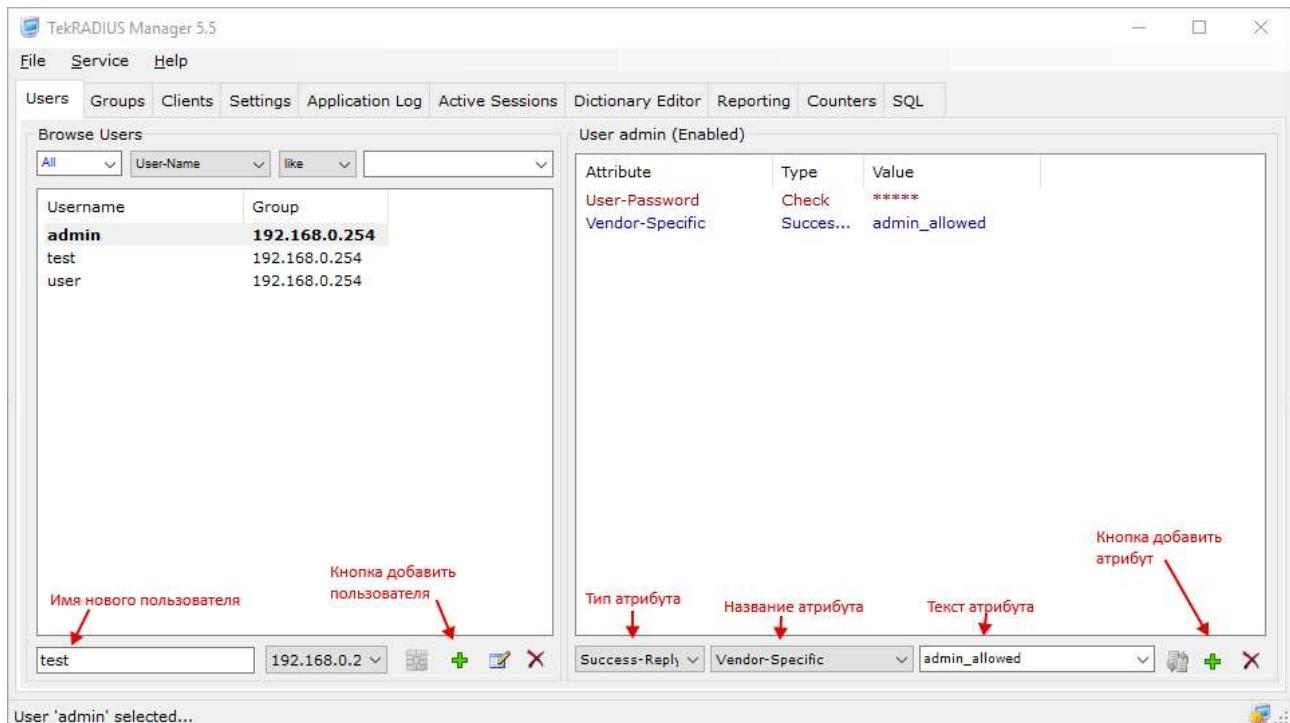

Рис. 11 Окно добавления пользователя tekRADIUS
- 3) Добавить учетные данные пользователя, для этого на вкладке «Users» ввести новое имя пользователя и нажать кнопку добавить (см. Рис. 11).